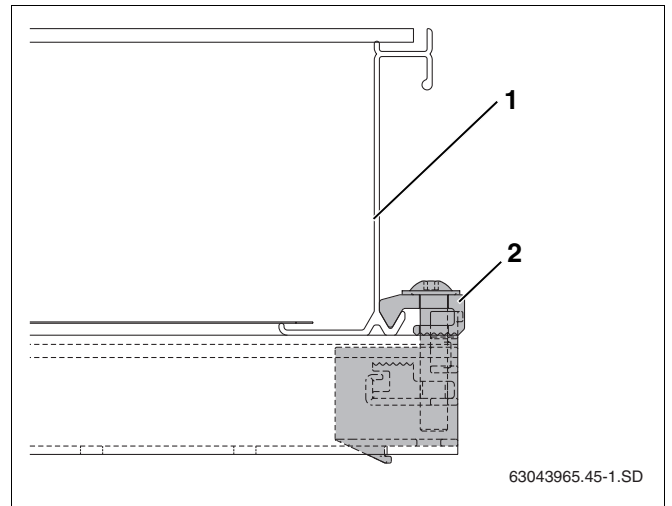

Abb. 43 Verschraubter einseitiger Kollektorspanner
- Kollektor (Abb. 43, **Pos. 1**) vorsichtig an den einseitigen Kollektorspanner schieben und waagrecht ausrichten.
- Einseitigen Kollektorspanner (Abb. 43, **Pos. 2**) mit Schlüssel SW5 verschrauben.
Der Niederhalter des Kollektorspanners (Abb. 43, **Pos. 2**) greift jetzt in die untere Kollektorkante.